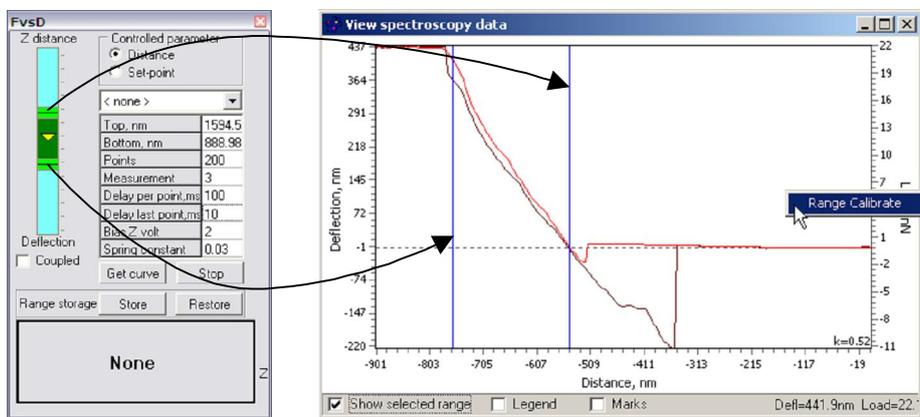

Рис. 3.12. Перемещение маркеров для выделения наклонного участка кривой подвода/отвода
3. При помощи вертикальных регуляторов на панели **FvsD** передвинуть границы диапазона движения пьезотрубки таким образом, чтобы маркеры в специализированном окне визуализации выделяли наклонную часть кривой подвода/отвода (рис. 3.12). Желательно, чтобы выделенный диапазон охватывал максимально возможный наклонный участок графика, но линия на графике оставалась как можно более прямой, чтобы минимизировать нелинейность расчетов и дальнейших измерений.
4. На поле графика вызвать контекстное меню, щелкнув правой кнопкой мыши, и выбрать команду Range Calibrate (Калибровка диапазона) (рис. 3.12 справа). В поле графика в правом нижнем углу отобразится текущее значение коэффициента пропорциональности k.